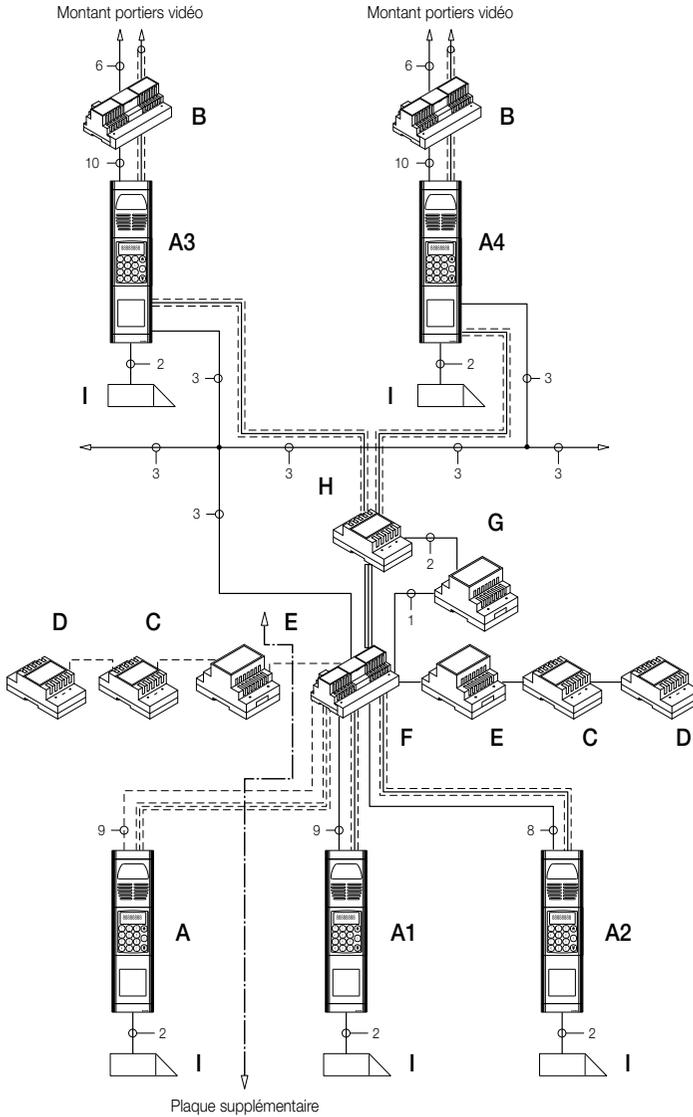

Figure 20 - Poste externe multiple et plaques en bas d'escalier.
Sur les schémas unifilaires de la figure 20 on note un seul alimentateur sur montant (B) sur les installations qui utilisent le poste externe (A), alors que dans le cas de co-existence de plusieurs sources externes de signal audio-vidéo (postes externes avec caméra et phonie) insérer des modules supplémentaires.
- relais de commutation vidéo (D);
- alimentateurs supplémentaires (F);
- distributeurs vidéos (H)